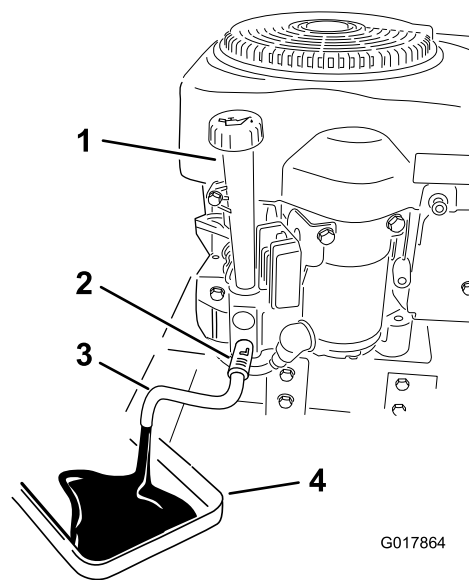

Figure 31
4. Nettoyez la surface autour du robinet de vidange sur le châssis de la machine. Trouvez le flexible de vidange d'huile et branchez-le au robinet de vidange (Figure 31).
6. Placez un bac de vidange sous la machine, juste sous le flexible de vidange, comme illustré à la Figure 31.
7. Tournez le robinet de vidange d'huile de 1/4 de tour dans le sens antihoraire pour l'ouvrir et permettre à l'huile de s'écouler. Enlevez le bouchon de remplissage/la jauge (Figure 31).
10. Versez lentement environ 80 % de la quantité d'huile spécifiée dans l'orifice de remplissage (Figure 31). Vérifiez le niveau d'huile; voir Contrôle du niveau d'huile.